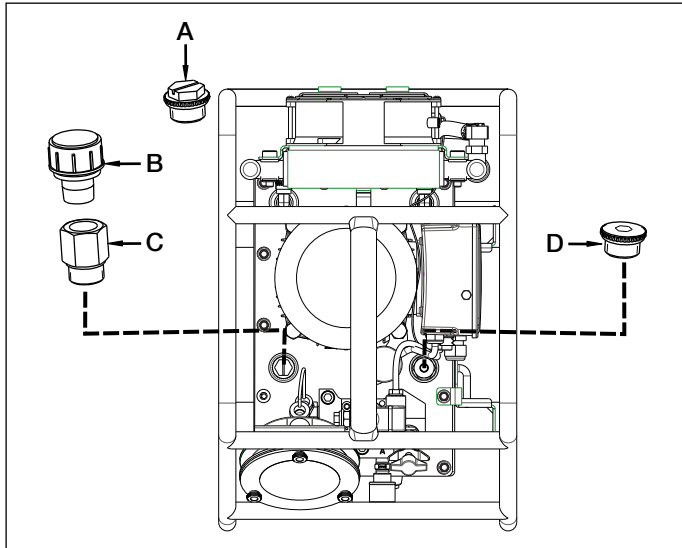

Abb. 1, Behälterentlüfter und Ölfüllstopfen
Siehe Abb. 1. Eine Transportsicherung (A) ist am Entlüfteranschluss oben auf dem Behälter angebracht. Ersetzen Sie vor der Verwendung der Pumpe die Transportsicherung (A) durch den Behälterentlüfter (B) und die Adapterverschraubung (C).
Prüfen Sie den Ölstand der Pumpe vor dem Starten. Der Behälter ist voll, wenn der Ölstand bis zur oberen Linie des Sichtglases geht, wie in Abb. 2 dargestellt. Fügen Sie, falls nötig, Öl hinzu, indem Sie den Ölfüllstopfen (D) aus dem Füllrohr entfernen, wie in Abb. 1 dargestellt. Verwenden Sie Enerpac HF-Öl (ISO Güteklasse 32).